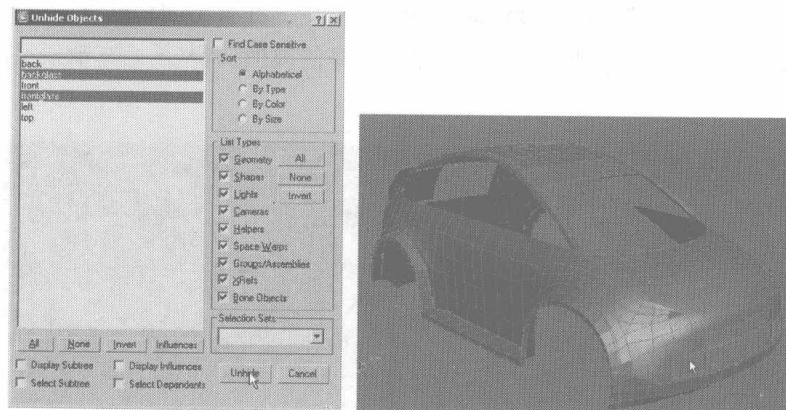

图 7.123
- 19 单击右键，在弹出的快捷菜单中选择 **Unhide by Name** 命令，在弹出的对话框中选择前后车窗的模型，单击 **Unhide** 按钮，将前后车窗的模型显示出来，如图 7.123 所示。